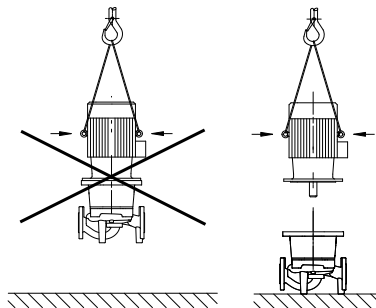

Fig. 20: Transport av motorn
- Använd motors lyftöglor endast för att lyfta motors vikt, inte för hela pumpen (fig. 20).